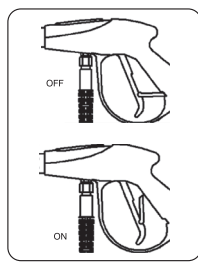

FIGURA 8.6
8. Suelte el botón de trabado de la pistola "ON" Destrabado, "OFF" Trabado (Figura 8.6).